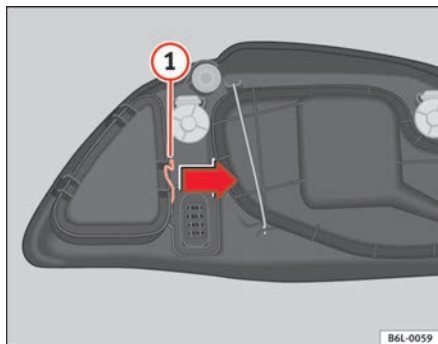

Abb. 146 Standlicht
- Die Strebe **1** ⇒ Seite 227, Abb. 146 in Pfeilrichtung verschieben und den Deckel abnehmen.